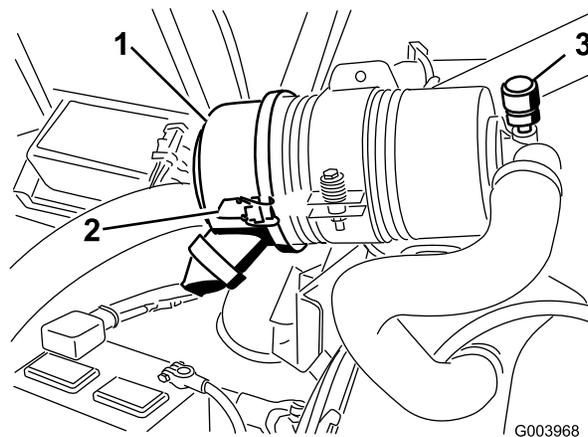

Figura 60
Faça a manutenção ao filtro de ar apenas quando o indicador de manutenção (Figura 60) o exigir. Mudar o filtro de ar antes de ser necessário apenas aumenta a possibilidade de entrar sujeidade no motor quando se retira o filtro.
1. Liberte os trincos que fixam a cobertura do filtro de ar ao respectivo corpo (Figura 60).